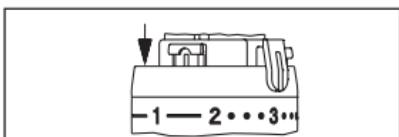

Fig. 7
2. Para limitar el valor mínimo de control, uno de los clips limitadores debe fijarse en el orificio inmediatamente anterior al valor "2" (fig. 7).